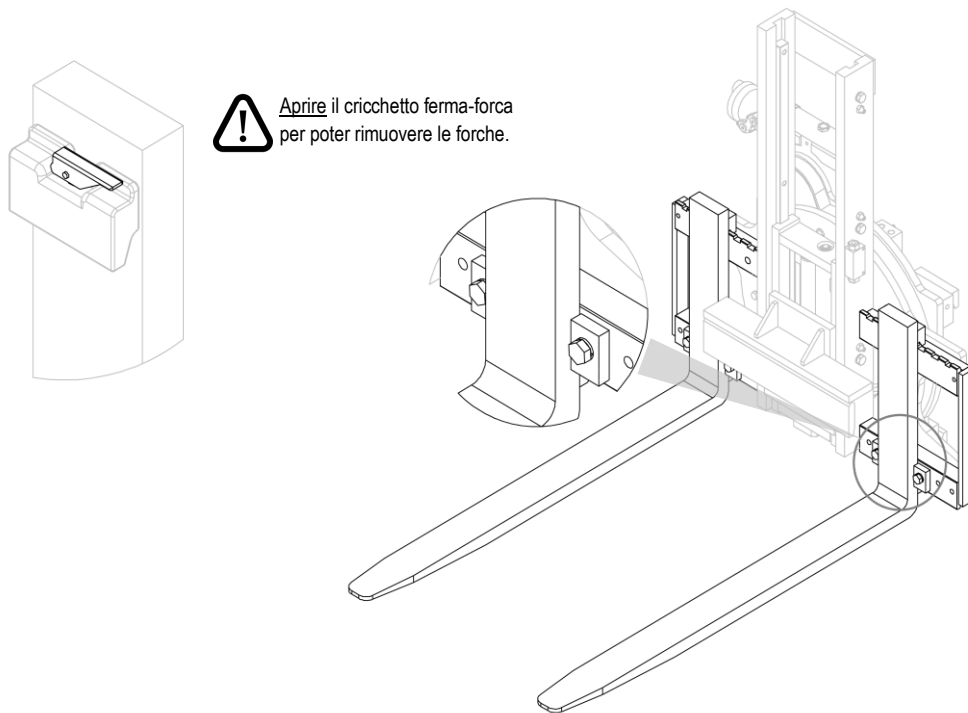
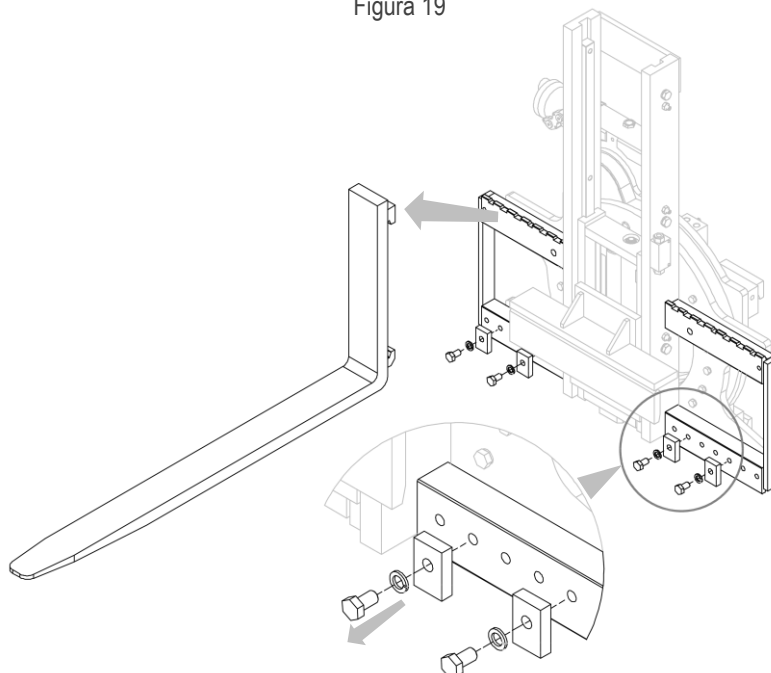

Figura 19
Figura 20
2. Rimuovere le forche dopo aver svitato i fermi forca e aver aperto i cricchetti ferma-forca (vedi *Figura 19* e *Figura 20*).